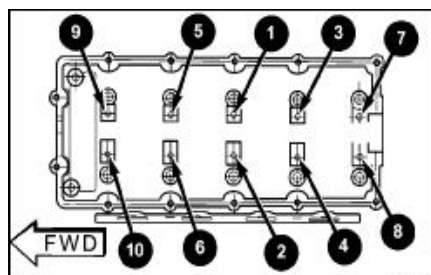

图52
- (4)逐渐地将摇臂轴/凸轮轴轴承盖螺栓按顺序紧固(图.52),紧固力矩为 $25 \text{ N} \cdot \text{m}$ 。